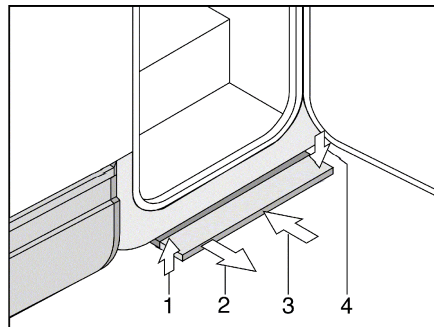

Fig. 7 Escalón de entrada operable eléctricamente
*Extraer:* ■ Tirar del escalón de entrada hacia delante (Fig. 7,2) hasta que encastre.
*Insertar:* ■ Levantar ligeramente el escalón de entrada (Fig. 7,1).
■ Insertar el escalón de entrada hasta el tope por debajo del piso del vehículo (Fig. 7,3). Prestar atención a que encastre el escalón de entrada (Fig. 7,4).